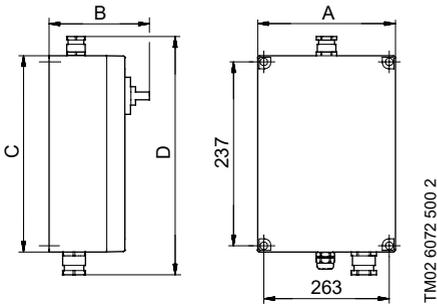

Рис. 6
- Снять переднюю крышку электрошкафа и установить блок управления на плоскую поверхность с помощью четырех винтов, проходящих через крепежные отверстия и ввертываемых в заднюю панель электрошкафа, смотрите рис. 6. Кабельные вводы для насоса и поплавкового реле контроля уровня должны располагаться внизу.